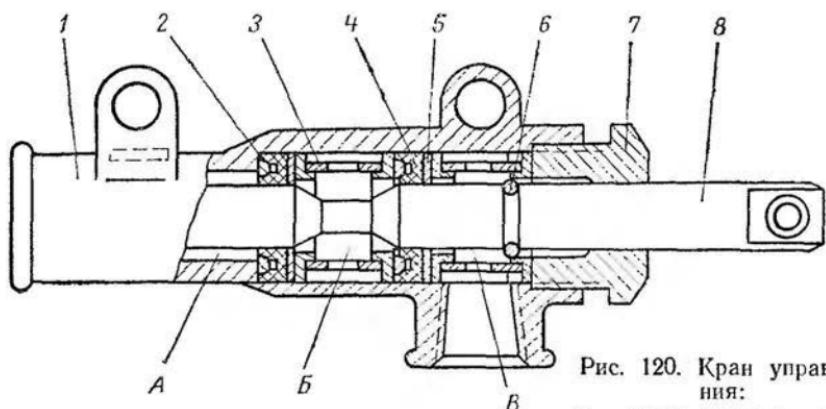

Рис. 120. Кран управления:
**Кран управления** (рис. 120), позволяет соединять камеры колес с компрессором (при накачке шин воздухом), с атмосферой (при снижении давления в шинах) или запирать их (если нужно сохранить имеющееся давление в шинах). Перемещаясь относительно корпуса 1 в ту или иную сторону от среднего положения, золотник 8 может соединять полость *Б*, сообщающуюся с камерами колес, с полостями *А* или *В*, сообщающимися соответственно с компрессором и атмосферой.
Кран управления (см. рис. 120). Для разборки крана управления отвернуть стопорный винт гайки 7, а затем гайку 7, вынуть золотник 8, сальники 4, распорные кольца 2, втулки 3 и опорные шайбы 5. Поврежденные сальники крана управления заменить.